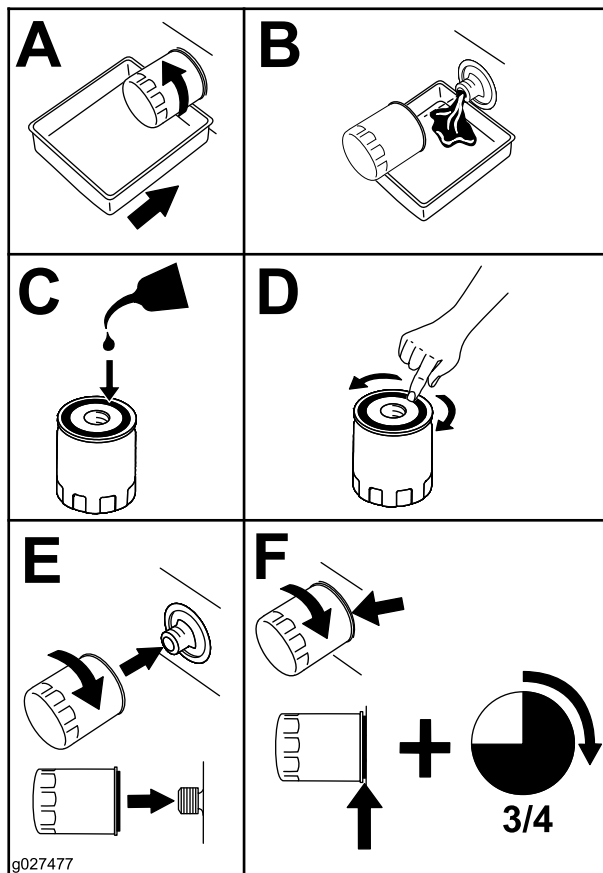

Figura 42
5. Sustituya el filtro de aceite del motor (Figura 42).